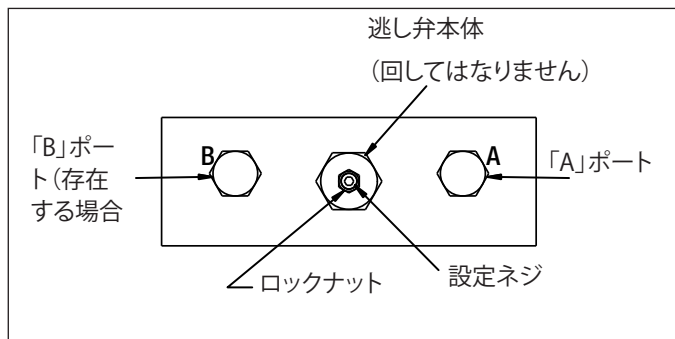

図10
1. 「A」ポート (図10)に[0-1,035 バール] (0-15,000 psi)の圧力計を取り付けます。
1. 「A」ポート(図10)に[0-1,035 バール](0-15,000 psi) の圧力計を取り付けます。